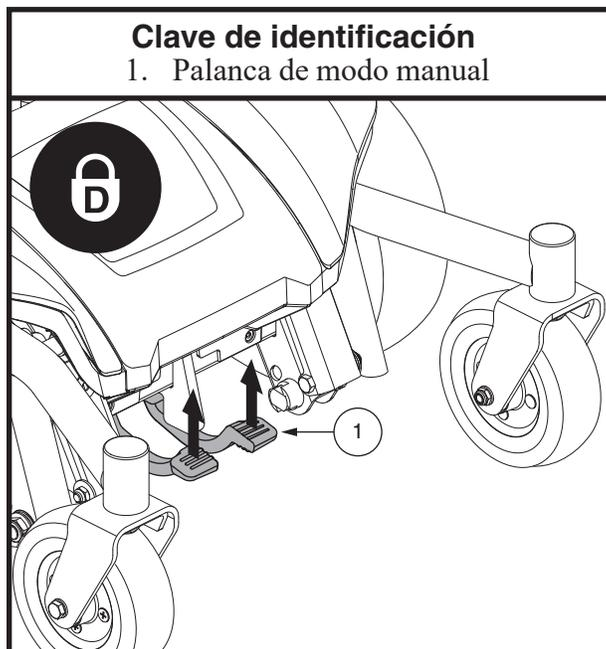

Figura 5. Modo conducción (motor activado)
2. Tire de las dos palancas hacia arriba para activar los motores (modo conducción). Ver figura 5.
2. Asegúrese de que la unidad esté en modo conducción. Ver figura 5.